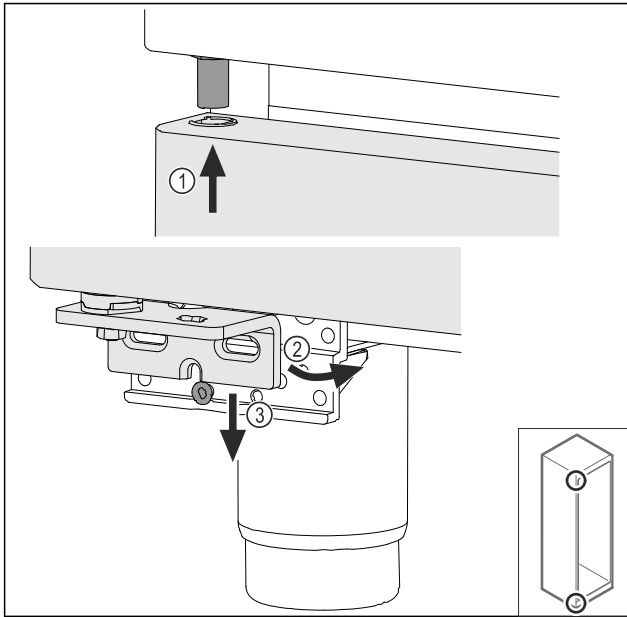

Fig. 70
- ▶ Περάστε επάνω την πόρτα υπό ελαφρά κλίση Fig. 70 (1), ευθυγραμμίστε την πόρτα Fig. 70 (2) και τοποθετήστε την κάτω στη βίδα του στηρίγματος Fig. 70 (3).